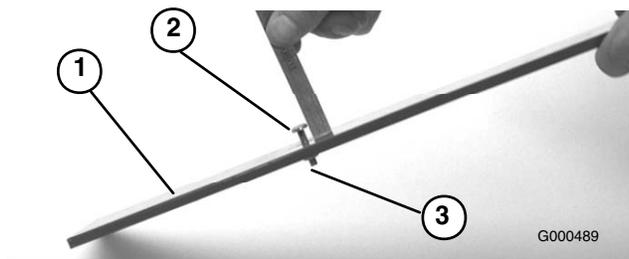

Figura 52
- Desaperte a porca da barra indicadora (Figura 52) e regule o parafuso de ajuste para a altura de corte desejada. A altura de corte corresponde à distância entre a parte inferior da cabeça do parafuso e a superfície da barra.